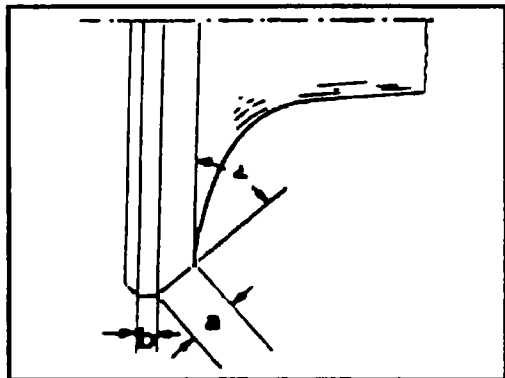

Рис. 2.19 Размеры тарелки клапана
- ◆ Если штоки клапанов имеют следы износа, их можно шлифовать. Тарелки впускных клапанов можно шлифовать при условии, что после шлифования размер «в», указанный на рис. 2.19 будет не меньше 0,5 мм. Шлифование тарелок выпускных клапанов недопустимо. Их можно только притирать или заменять.